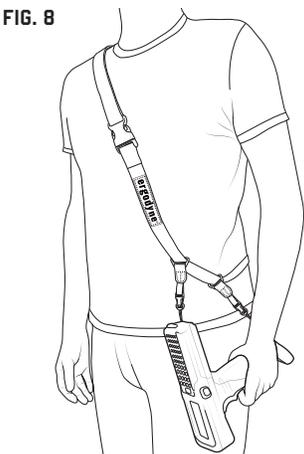

FIG. 8
3. Attach the barcode scanner by attaching the small loop ends of the modular female buckles to the open male buckles on the barcode scanner sling lanyard to complete your tethering system. The barcode scanner gun will rest against the hip opposite from the shoulder that the scanner sling is worn on. [fig. 8]
3. Enganche el escáner con las hebillas hembra de los conectores de lazo a las hebillas macho abiertas del cordón de seguridad tipo bandolera para terminar de colocar el sistema de sujeción. La pistola del escáner quedará sobre la cadera opuesta al hombro en el que esté colocado el cordón de seguridad tipo bandolera [fig. 8].
3. Pour terminer le système d'attache, fixez le lecteur de code-barres en cliplant chacun de ses fermoirs femelles côté lecteur dans le fermoir mâle côté bandoulière. Le pistolet lecteur de codes-barres reposera contre la hanche opposée à l'épaule sur laquelle est passée la bandoulière. [fig. 8]